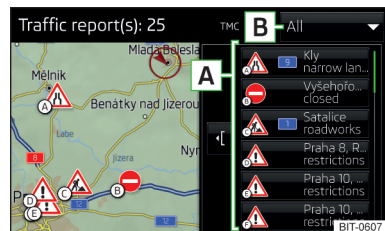

Fig. 248
En la lista de los boletines de tráfico, así como en el mapa se realiza la visualización de máximo 6 avisos, los cuales están previstos con una letra y el símbolo de una obstrucción del tráfico (p.ej. , , ) » fig. 248.
- **Si se realiza una guía al destino** - después de pulsar la superficie funcional **B** » fig. 248 pueden seleccionarse **Todos** los boletines de tráfico, o pulsando la superficie funcional **Ruta**, sólo los boletines de tráfico que existen en la ruta, en el menú visualizado.